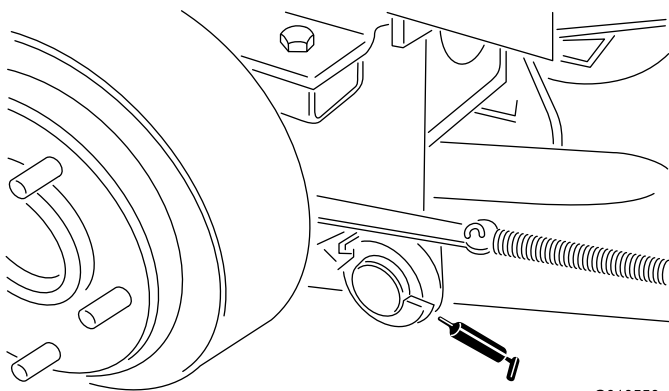

図 18
- ・ 昇降アームのピボット (後) (2ヶ所; 図 18)